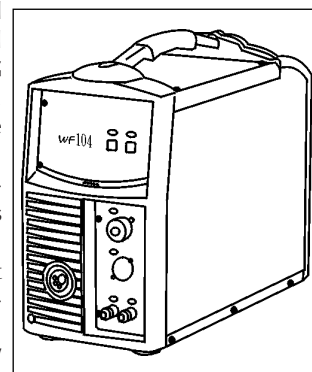

Fig. 5
2.2.1 Draadtoevoereenheid WF104 (Fig. 5)